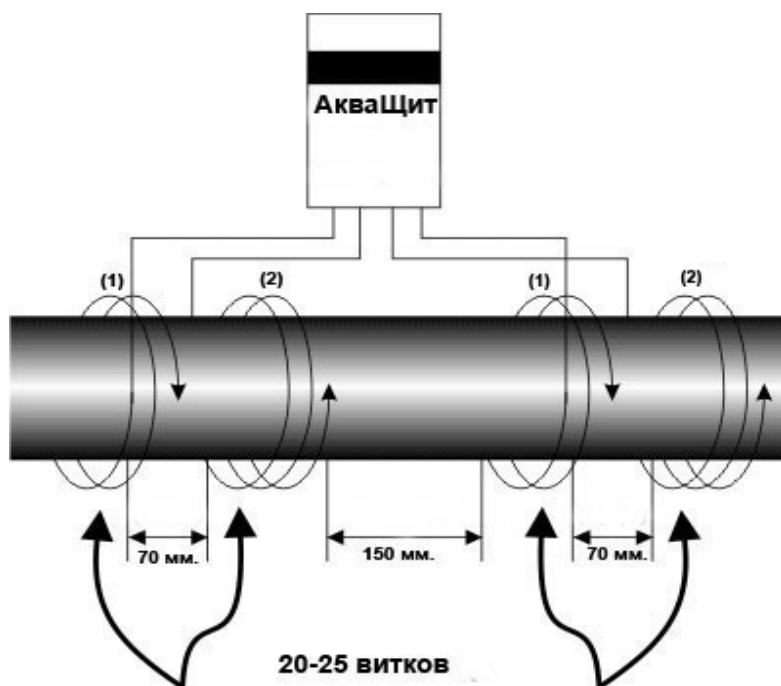

Рисунок 1 Условная схема монтажа прибора и проводов излучателей.
5.1.1. Намотать провода-излучатели на трубопровод выдержав расстояние между катушками – 150мм, **причем направление намотки проводов-излучателей первой (I) и второй (II) обмоток должны быть противоположными.** Намотку проводов излучателей выполнить плотно (виток к витку), начало и конец проводов закрепить пластиковыми стяжками или ПВХ изоляцией (см. Рис.1).